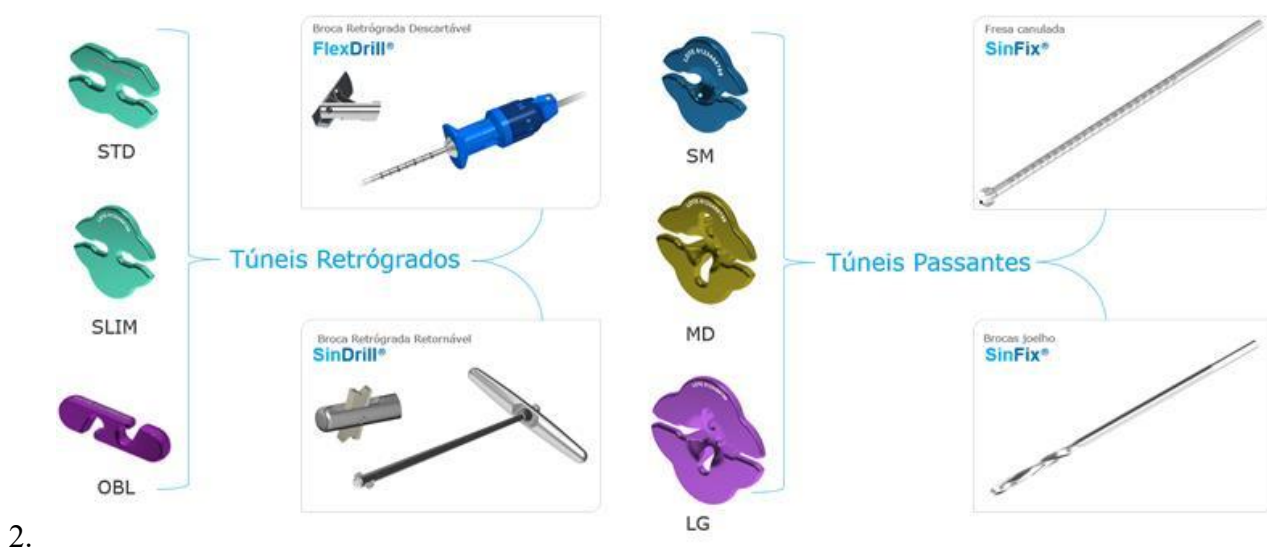

Figura 8. Especificação da relação entre o método de perfuração e o modelo do dispositivo **LINKBUTTON® BOTÃO ACOPLÁVEL**.
- Planejar como será realizada a perfuração do túnel ósseo para que o modelo da **LINKBUTTON® BOTÃO ACOPLÁVEL** seja definido corretamente. O cirurgião pode escolher entre realizar um furo retrógrado utilizando as brocas retrógradas **FLEXDRILL® BROCA RETROGRADA** (Notificação ANVISA nº 80739429005) ou **BROCA RETROGRADA SINDRILL®** (Notificação ANVISA nº 80739420025), ou ainda um furo passante utilizando as **BROCAS JOELHO SINFIX®** ou **FRESAS CANULADAS JOELHO SINFIX®** (Notificações ANVISA nº 80739420022 e 80739420021 respectivamente). O modelo da **LINKBUTTON® BOTÃO ACOPLÁVEL** a ser escolhido depende da perfuração escolhida pelo cirurgião que por sua vez é definida principalmente pelo tamanho do enxerto a ser empregado na reconstrução ligamentar. A figura 8 ilustra a relação entre os modelos comerciais e os instrumentais citados neste parágrafo e nas tabelas 10 e 11.